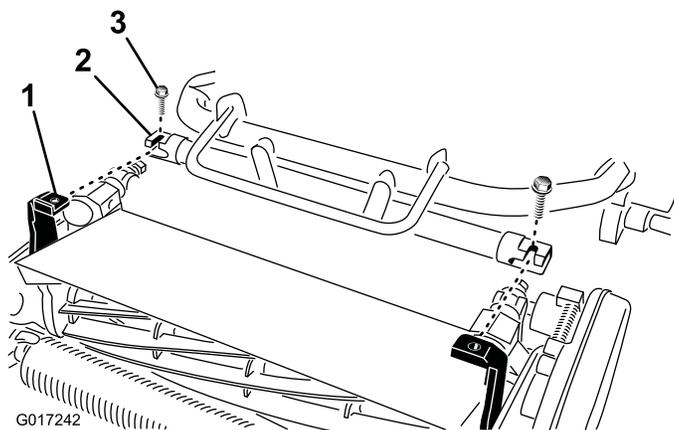

Figura 6
4. Spostate il telaio del trattorino (Figura 6) in avanti fin quando si innesta sui bracci girevoli dell'apparato di taglio.
5. Fissate il telaio del trattorino ai bracci girevoli dell'apparato di taglio con 2 bulloni (3/8 x 3/4 poll.) (Figura 6).